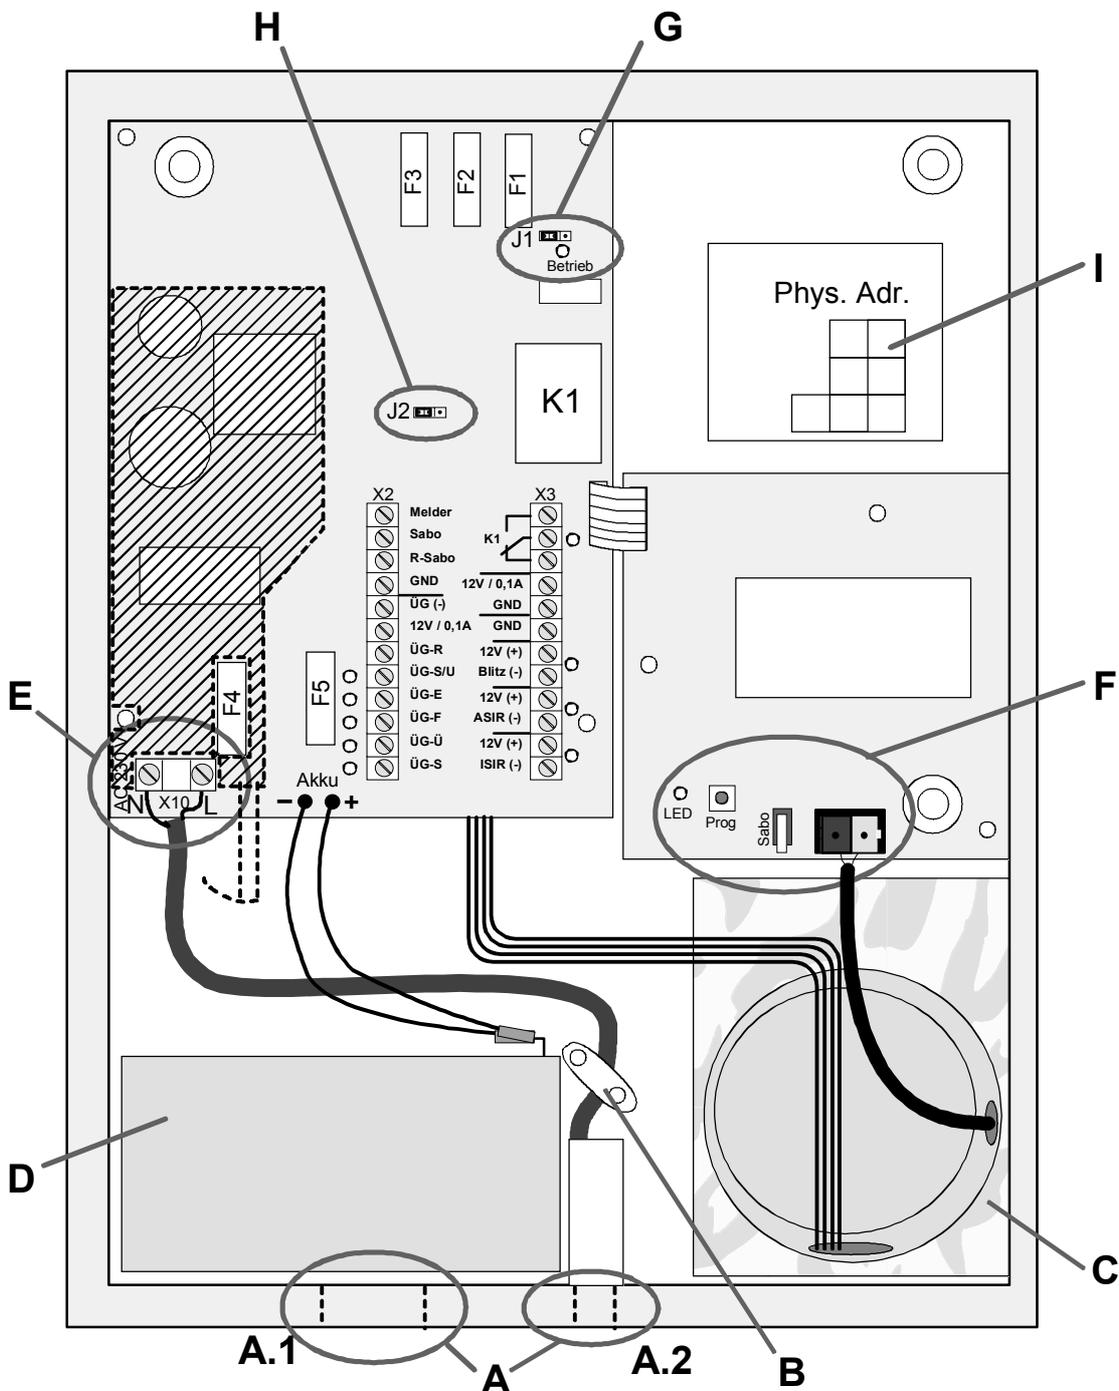

Bild 1
Sie haben die größte Sicherheit vor Sabotage, wenn Sie alle Leitungen zur Alarmzentrale unter Putz verlegen. Durch die Montageöffnung auf der Rückseite des Gehäuses können Sie die Leitungen in die Alarmzentrale einführen. Siehe Bild 1 (C).
Müssen Sie Leitungen auf Putz zur Zentrale legen, kann dies durch die Leitungseinführung auf der Unterseite des Geräts erfolgen Siehe Bild 1 (A.1). Benutzen Sie für die Netzzuleitung die vorgesehene Leitungseinführung und die Zulentlastung. Siehe Bild 1 (A.2) und (B).
Die Netzleitung wird an der Klemmleiste X10 angeschlossen (Siehe Bild 1 **E**). Die Netzleitung darf aus Sicherheitsgründen max. 2 cm abgemantelt werden. Die Adern des 230-V-Anschlusses dürfen max. 6 mm abisoliert werden.
Der Busanschluss erfolgt mit der Busanschlussklemme oberhalb der Montageöffnung. Programmieraste und -LED befinden sich links neben der Busanschlussklemme. Siehe Bild 1 (**F**).